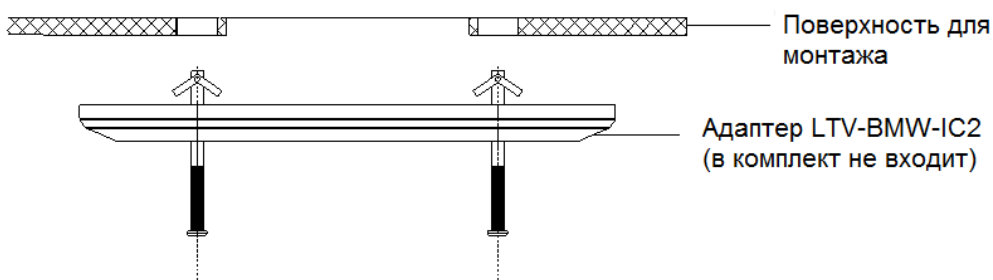

Рис. 2.9. Крепление адаптера LTV-BMW-IC2 на потолок / стену
5. Закрепите адаптер LTV-BMW-IC2 на поверхности при помощи анкерных болтов (Рис. 2.9).